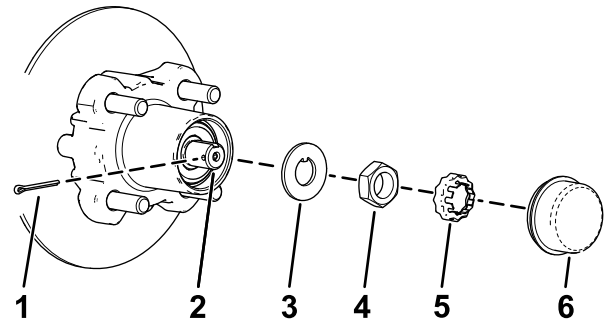

Figura 39
4. Rimuovete il coperchietto antipolvere dal mozzo (Figura 39).
5. Rimuovete la coppiglia e il fermadado dal mandrino e dal relativo dado (Figura 39).
6. Rimuovete il dado del mandrino dal mandrino e separate il gruppo mozzo e rotore dal mandrino (Figura 39 e Figura 40).